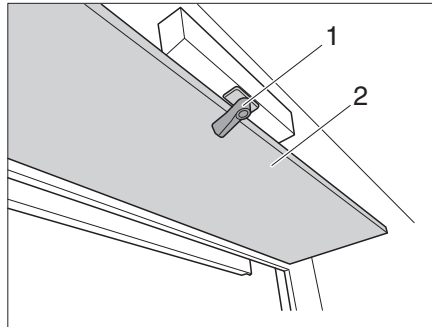

Fig. 154 Clapet pour la manivelle
- Desserrer le verrouillage (Fig. 154, 1) et rabattre le clapet (Fig. 154, 2) vers le bas.